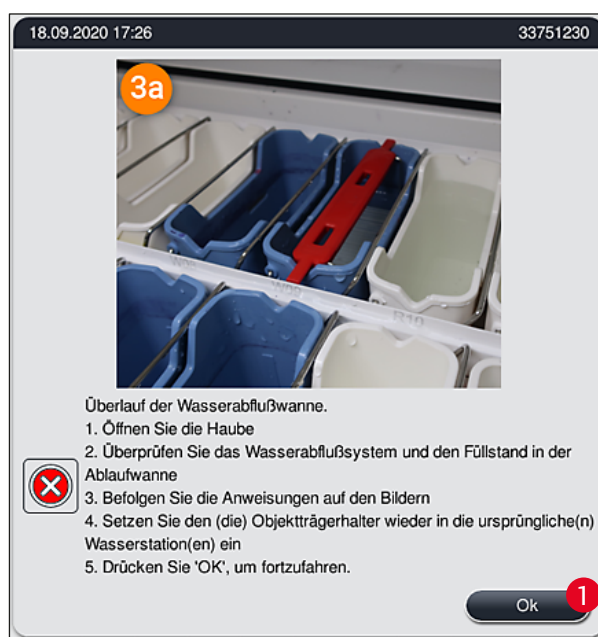

Abb. 120
Die Blockierung eines Wasserablaufsystems kann durch ein blockiertes Ablaufsieb (→ "Abb. 98-1") oder einen blockierten Ablaufschlauch (→ "Abb. 7-1") verursacht sein. Eine solche Blockierung kann zu einem steigenden Wasserpegel in der Ablaufwanne führen. Hierdurch kann ein kritischer Wasserstand im Gerät erreicht werden. Der Benutzer wird durch eine Fehlermeldung am Bildschirm (→ "Abb. 120") und einen Alarmton darauf aufmerksam gemacht. Die Fehlermeldung gibt dem Benutzer mithilfe einer Bildsequenz Hinweise zur Behebung der Blockierung (→ "Abb. 122").
- Wenn der Wasserstand in der Ablaufwanne während der Fehlerbehebung unter den kritischen Pegel fällt, verschwindet die Meldung (→ "Abb. 120"), und der Benutzer wird durch eine andere Meldung darauf hingewiesen, dass der Färbeprozess fortgesetzt werden kann.